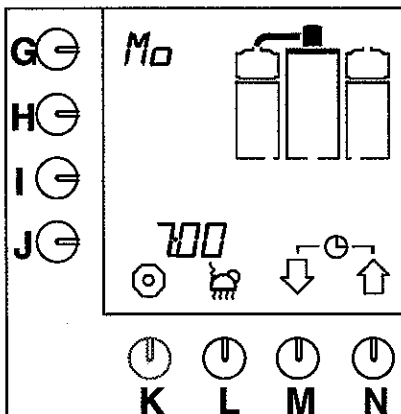

Fig. 11 Eksempel på aktuelle dato og klokkeslæt
- Aktuelle dato og tid vises et kort øjeblik i displayet (fig.11).
- Aktuelle dato og klokkeslæt vises i displayet (fig.11).
- Aktuelle dato og klokkeslæt vises et kort øjeblik i displayet (fig.11).